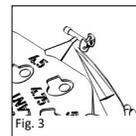

Fig. 3
■ **Fig. 3** Den sizer, der er valgt til målingen, klippes af med en mikrosaks (REF 8000 172) og transporteres ind i mellemøret med en suger eller et andet mikrokirurgisk instrument.